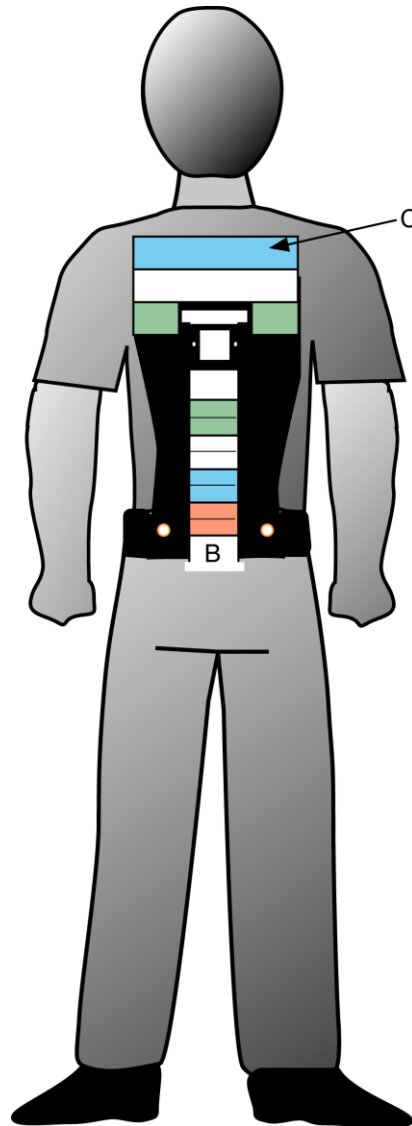

Figure 13
16. Faites descendre la règle de mesure du torse, figure 13-B, le plus bas possible. ANNEX K
16. Pliez le gabarit de mesure de la longueur du torse, figure 13-C, de manière que la couleur/taille déterminée à l'étape 15 se trouve au-dessus. Dans cet exemple, on a choisi et inscrit « Bleu » sur la carte d'enregistrement de taille du havresac, figure 13.